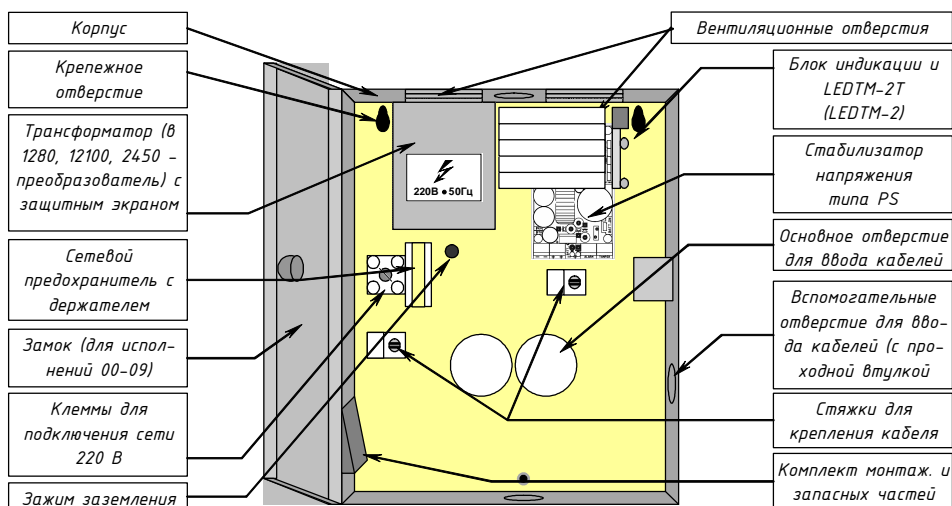

Рисунок 1. Размещение составных частей источника
5.4 Пропустить сетевую кабель через одно из отверстий для ввода (см. рис. 1) и подключить его к колодке сети 220 В, предварительно зачистив его концы. Зафиксировать кабель в стяжке, расположенной в корпусе источников возле колодки.